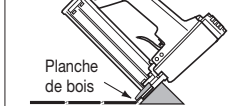

Figure 9
- Tenir la truelle à un angle d'au moins 45° (Figure 9), fermement contre le sous-plancher afin d'obtenir un taux d'étalement de 4 à 5,5 m²/litre (50 à 60 pi²/gal US). La truelle laisse des cannelures d'adhésif et très peu d'adhésif entre les cannelures, ce qui permet de voir les lignes tracées au cordeau et d'étaler la quantité recommandée.